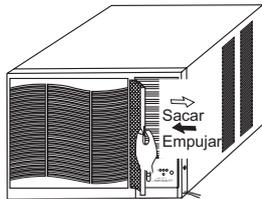

Abb. 16
Luftfilter abnehmen (siehe Abb. 16).
1. Vorderseite des Luftfilters mit beiden Händen festhalten, Luftfilter unter das Front-Paneel in die Führungen einsetzen und bis zum Anschlag einschieben (siehe Abb. 16).